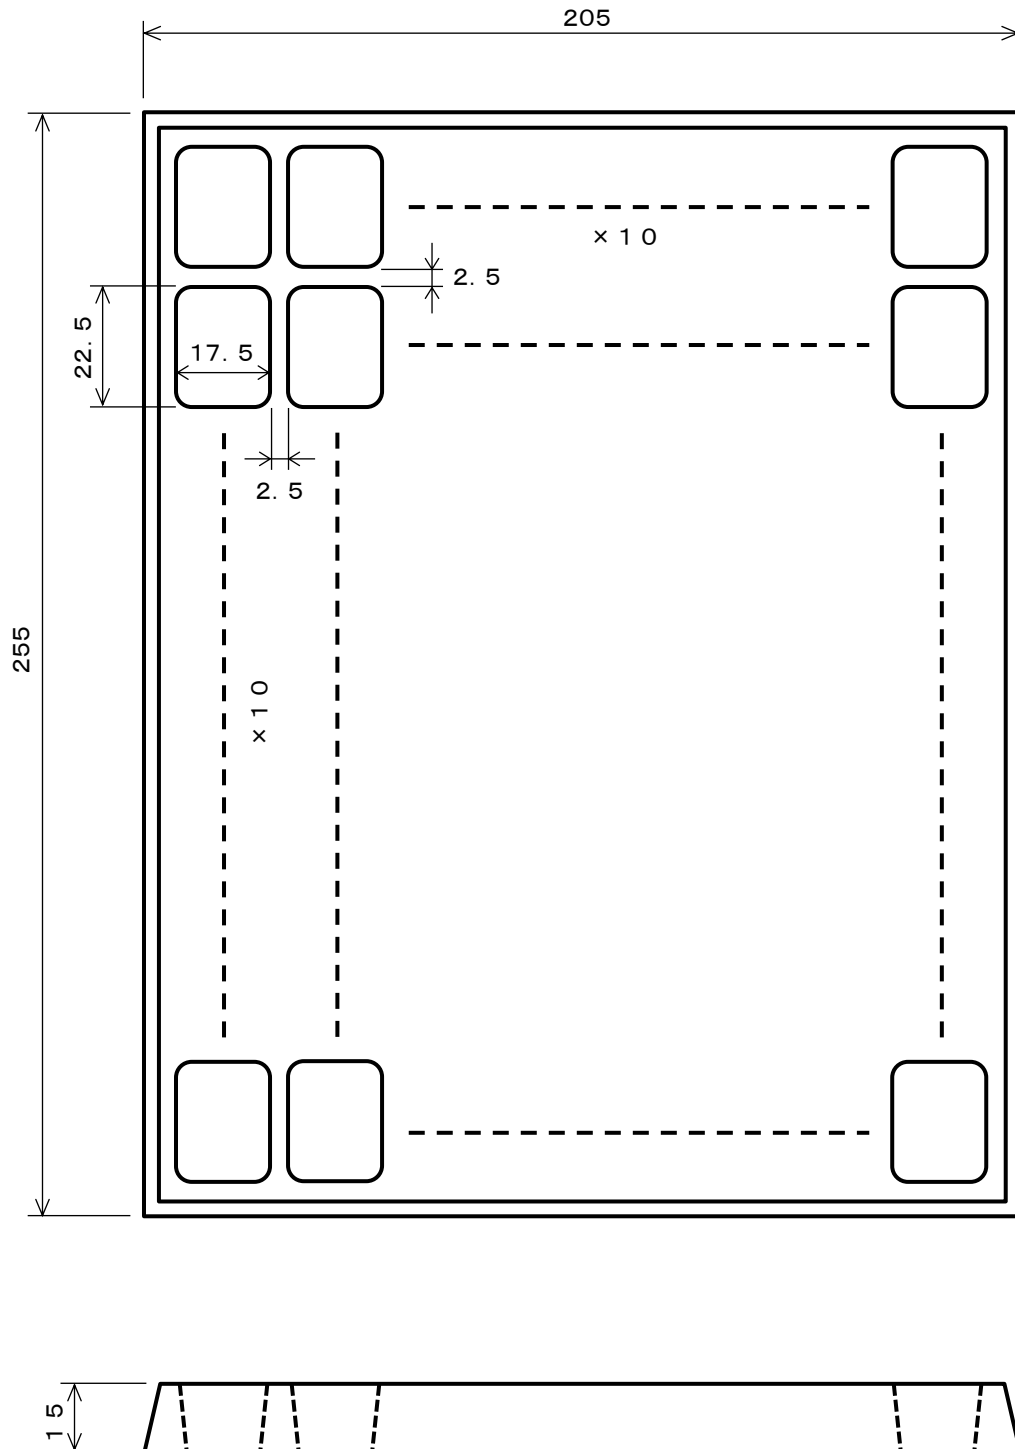

図 1. 収納ケース
- (1) 図1. のケースに最大100個の製品を収納する。